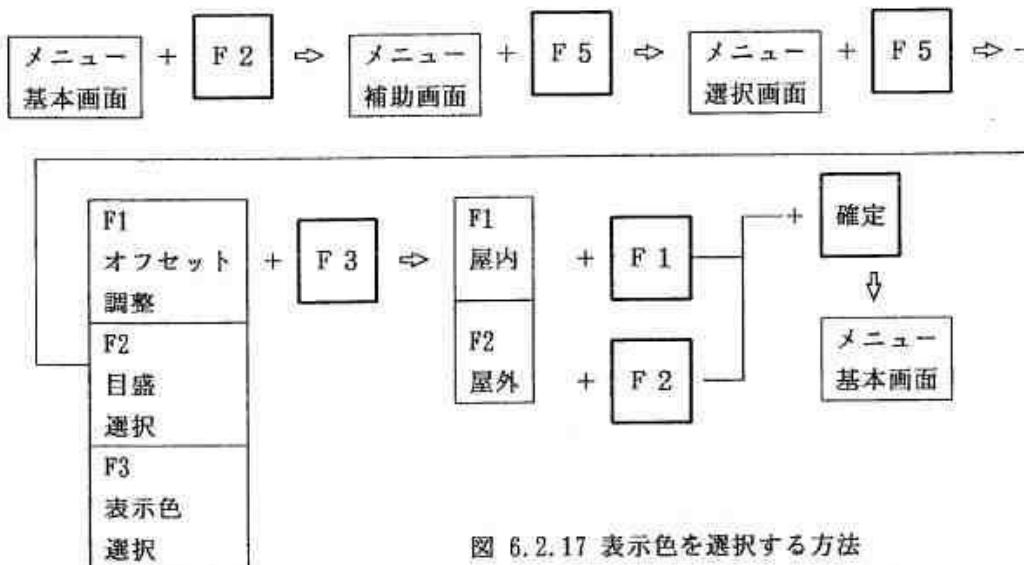

図 6.2.17 表示色を選択する方法
【表示色の選択手順】（図 6.2.17 参照）
- ① 選択キー [F 2] を1回押すとメニューエリアにメニュー補助画面が表示されます。
- ② 選択キー [F 5] を1回押すとメニューエリアに選択メニューが表示されます。
- ③ 更に、選択キー [F 5] を1回押すとメニューエリアには図 6.2.17 に示す選択メニューが表示されます。
- ④ 選択キー [F 3] を1回押すとメニューエリアには表示色選択メニューが表示されます。
- ⑤ 選択キー [F 1] を1回押すと、「屋内」が選択されが、選択キー [F 2] を1回押すと、「屋外」が選択されます。
- ⑥ 選択後に確定キーを1回押すと、選択した表示色が設定されて図 6.2.17 に示したように、メニューエリアはメニュー基本画面に戻ります。